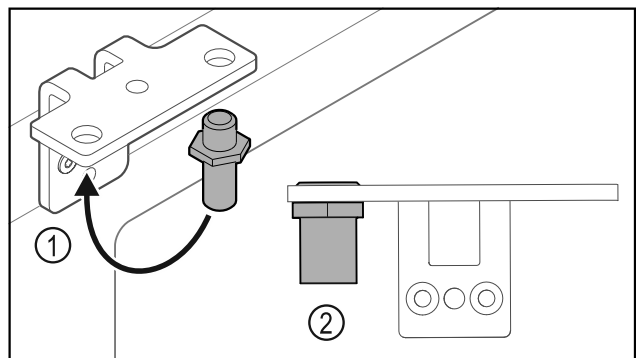

Fig. 27
- Bouten Fig. 27 (1) naar de scharnierhoek verplaatsen.
- Bouten Fig. 27 (2) met **aanhaalmoment van 12 Nm** vastdraaien.